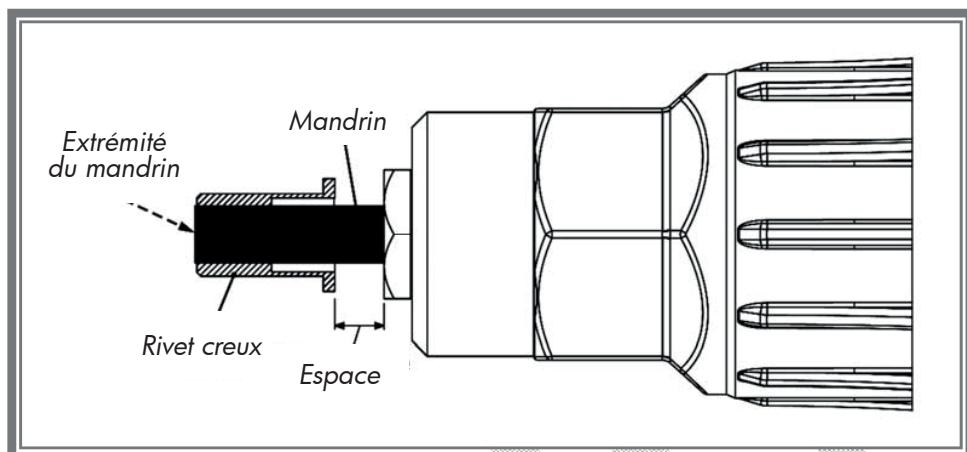

Figure 8
7. Relâchez la gâchette de la perceuse quand la pointe du rivet atteint l'extrémité du mandrin (figure 8).
REMARQUE : Si vous n'utilisez pas le mandrin fourni ou la longueur de mandrin recommandée, ou si le rivet creux est plus court ou plus long qu'un rivet creux ordinaire, laissez un espace de 4 à 8 mm entre l'extrémité du rivet et l'enclume (figure 8), pour permettre au mécanisme d'entraînement de s'engager suffisamment avant de comprimer le rivet creux. Si vous ne laissez pas un espace suffisant, cela peut provoquer un dysfonctionnement prématûre du mécanisme d'entraînement.